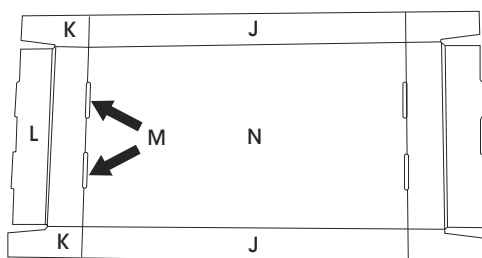

Figure 16
1. Pliez les côtés du couvercle (J) le long de la rainure. (Voir Figure 16 et 17)